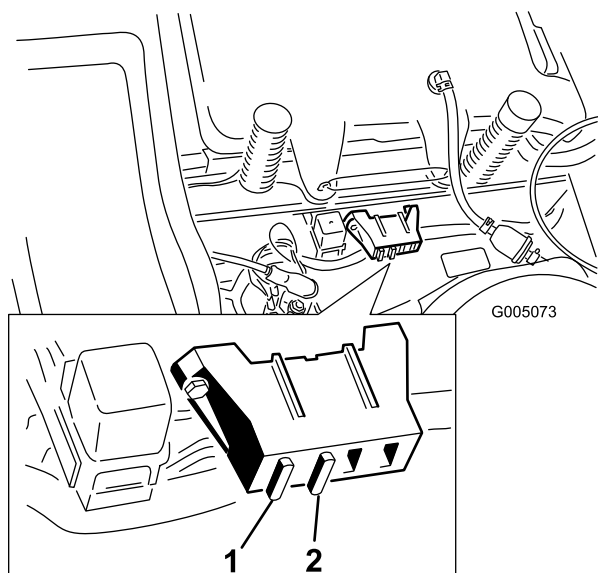

Figura 32
1. Alzate il sedile per accedere al portafusibili (Figura 32).
2. Per sostituire un fusibile, tiratelo (Figura 32) ed estraetelo dall'attacco.